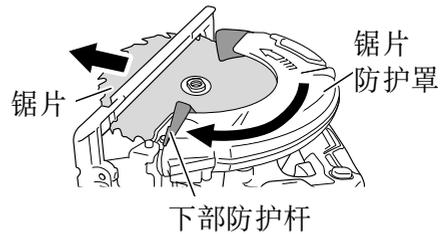

图 16
- (2) 压住锁紧杆，锁住主轴，然后用 5mm 内六角扳手拆下内六角法兰螺栓和垫圈 (B)。
- (3) 握住下部防护杆以使下部防护罩完全缩回到锯盖内，拆下锯片 (图 16)。